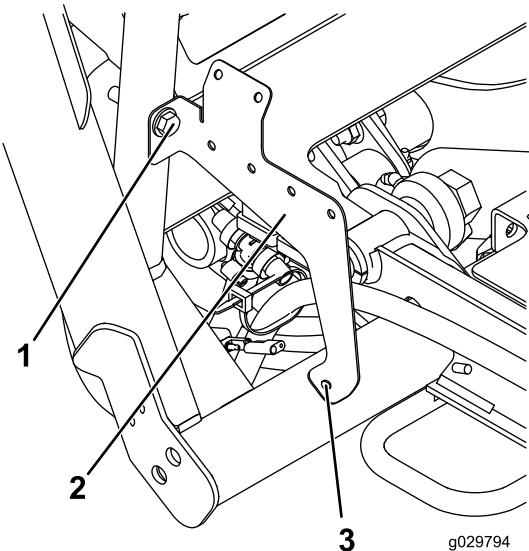

Figura 25
1. Monte, sem apertar, o suporte de relé na estrutura. Utilize um parafuso ($\frac{3}{8}$ pol. x 2 pol.), anilha (0,406 pol.) e porca ($\frac{3}{8}$ pol.), tal como se ilustra na Figura 25.
2. Marque o local indicado na Figura 25.